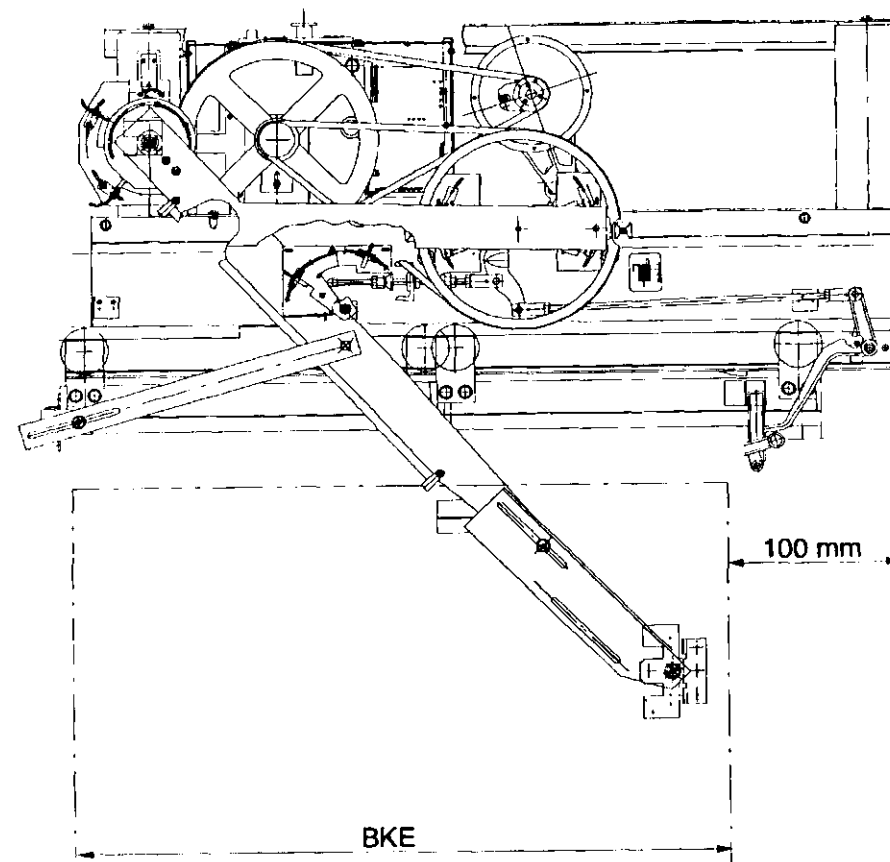

Рис. 4 Позция Привода Двери Типа Т
3. Удостоверитесь, что привод двери правильно выровнен на крыше кабины. Т.е. для дверей типа С и типа СТ, кранк-колесо должно быть точно выровнено по центру входного проема кабины, для двери типа Т, конец несущей плиты привода двери должен выступать за входной проем кабины со стороны закрывания дверей на 100 мм (См. рис. 4).